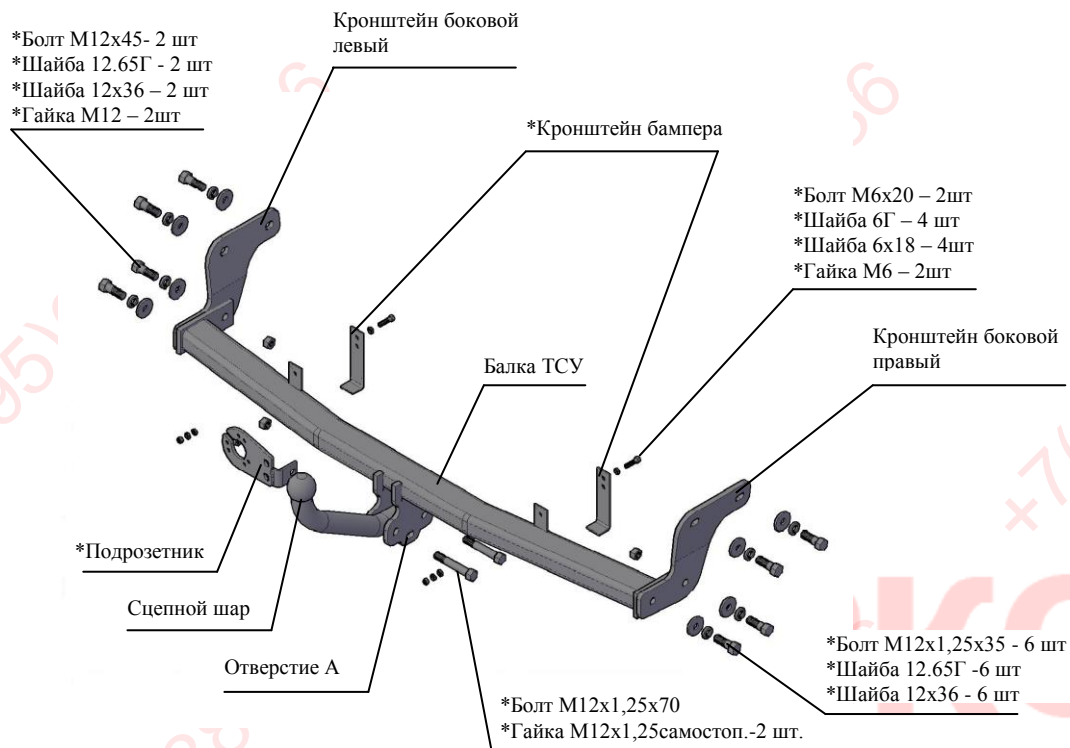

Рис.1 Тягово-сцепное устройство 7331
2.1 ТСУ 7331 в сборе (рис.1)	1 шт.
2.2 Пакет с комплектующими (см. рис.1)	1 шт.
4.2 Установить боковые кронштейны ТСУ (правый и левый соответственно рис.1) на внешние боковые стороны лонжеронов а/м, закрепив болтами М12х1,25х35, под головки болтов подложить шайбы гроверные 12.65Г и шайбы 12х37. Крепеж не затягивать.